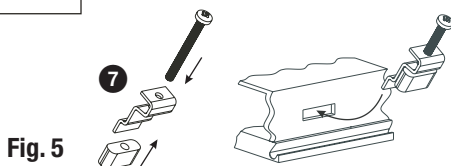

Fig. 5
- Inserire e fissare le viti Fig. 5 sino a che il bordo dello strumento sia a contatto del pannello.